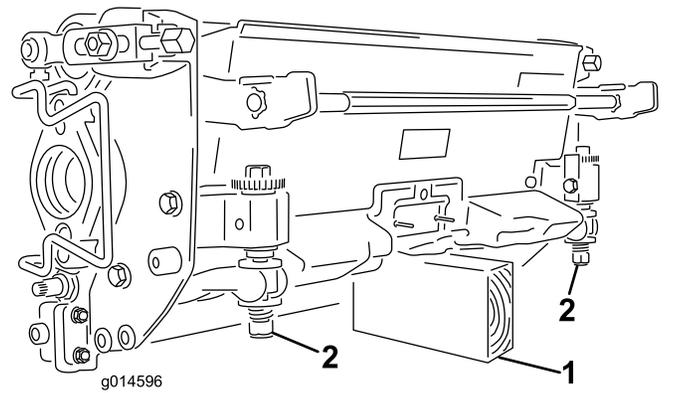

Figura 44
**Importante:** Cuando sea necesario inclinar la unidad de corte, apoye la parte trasera de la unidad de corte para asegurarse de que las tuercas de los tornillos de ajuste de la barra de asiento no estén apoyadas en la superficie de trabajo (Figura 44).